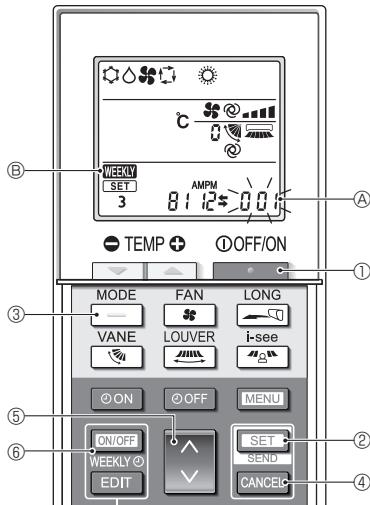

Fig. 5-12
#### 5.12.8. Cómo desactivar el funcionamiento en modo Auto (Fig. 5-12)
4.Completar los ajustes (Fig. 5-12)